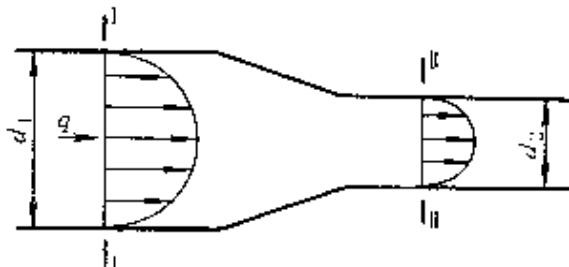

图 1-12 题 1-34 例 7 的附图
**例 7** 如图 1-12 所示, 管道截面 I-I 和截面 II-II 的内径  $d_1$  和  $d_2$  分别为 20mm 和 10mm, 流经 I-I 截面的流量  $q = 10 \text{ L/min}$ , 求两截面处的流速各是多少?